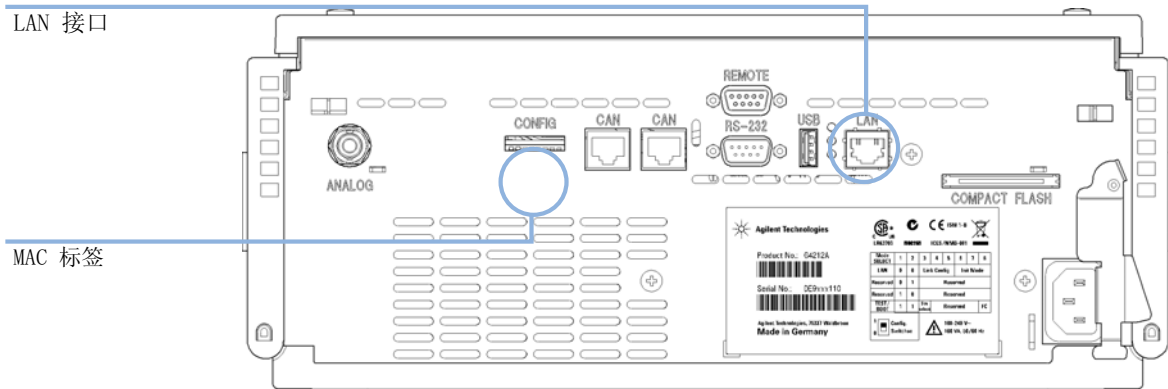

图 17 LAN 接口和 MAC 标签的位置
- 1 请记下 MAC（介质访问控制）地址以备将来参考之用。LAN 接口的 MAC 地址或硬件地址是全球唯一标识符。其他网络设备将不会使用相同的硬件地址。在模块后部、配置开关下方的标签上可以找到 MAC 地址（请参见“第 56 页的图 17”）。
- 2 将仪器的 LAN 接口（请参见“第 56 页的图 17”）连接到